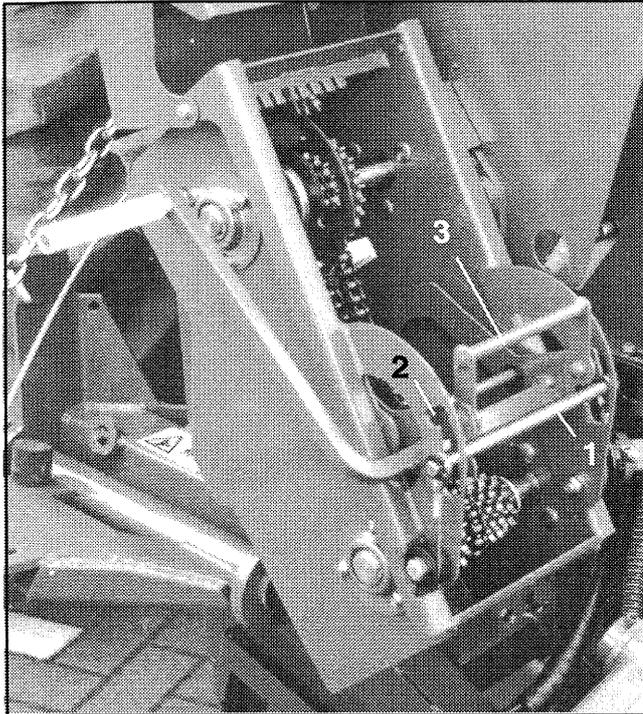

Fig. 8.12
- Mit der Abdrehkurbel die Verbindungswelle (Fig. 8.12/1) etwas aus der Nut (8.12/2) ziehen und durch Niederdrücken der Klinke (8.12/3) die Verbindungswelle aus der Nut hebeln.